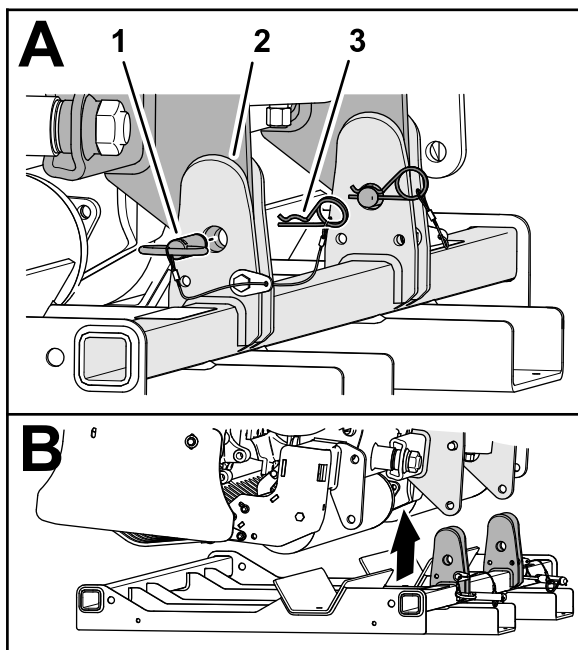

図 21
2. 保管用のスタンドのピン2本をスタンドに固定しているヘアピン2本を抜き取る 図 21。
3. 保管用スタンドのピン2本を抜き取る図 21。